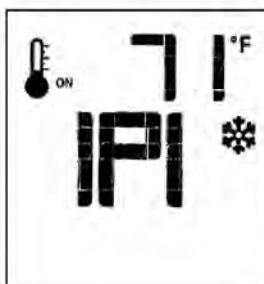
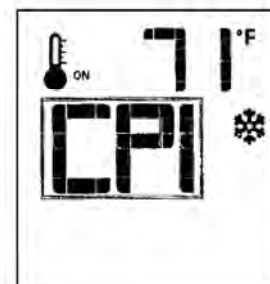

Figure 42. «IPI» est le mode par défaut.
Figure 43. Le mode «CPI» est activé.
■ Réglez à OFF la télécommande, puis appuyez sur la touche Mode - IPI est le mode par défaut (Fig. 42). Appuyez sur la touche fléchée Haut (^) pour afficher l'icône «CPI» et activer le mode Veilleuse à allumage permanent (continu) (Fig. 43). Appuyez sur la touche fléchée Bas pour retourner au mode IPI (Veilleuse à allumage intermittent). Un seul «bip» du récepteur confirmera la réception de la commande.